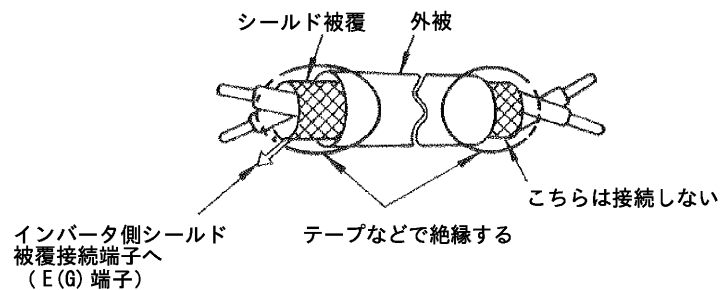

図 2.23 ツイストシールド線の端末処理
- ノイズによる誤動作を防止するため、制御回路配線にはツイストシールド線及びツイストペアシールド線を使用してください。その端末は図 2.23 のように処理してください。配線の長さは、50 m 以下にしてください。
- シールド線は E(G) 端子に接続してください。